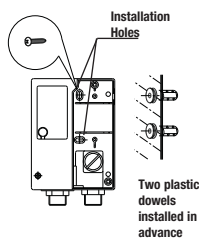

Fig. 4.5.1
4.5 Fix Control Box (Fig. 4.5.1)